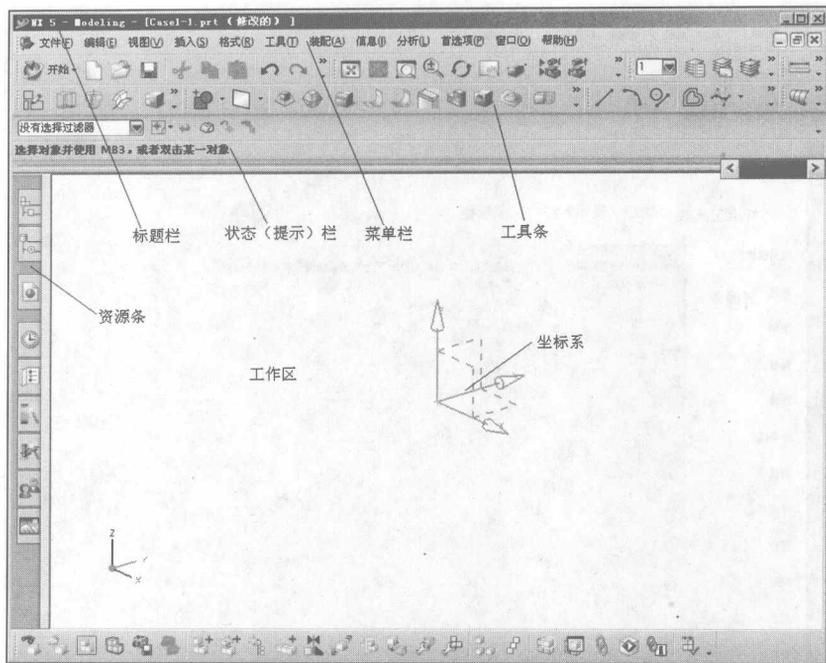

图 1-4 零件绘制窗口
- (3) 切换到【模型】选项卡，在【名称】文本框中输入 Cast1-1.prt，在【文件夹】文本框中输入 F:\UGS-ex\chapter1\，单击【确定】按钮，进入零件绘制窗口，如图 1-4 所示。